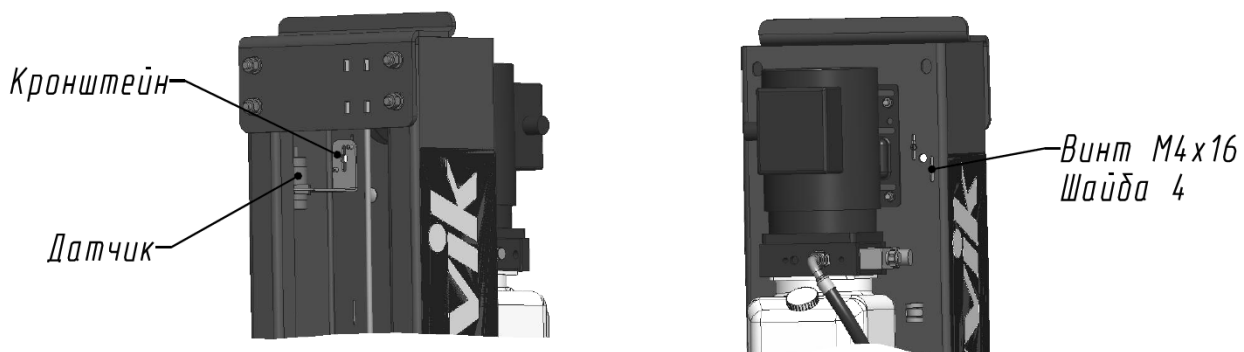

Рисунок 6.5 - Установка датчика верхнего положения каретки
6.11 Установка и настройка систем автоматического отключения привода насосной станции.(см. Рисунок 6.5)
6.11.1 Система автоматического отключения привода насосной станции срабатывает при достижении каретки крайнего верхнего положения (≈ 1750 мм от основания стойки). Датчик верхнего положения кареток с кронштейном снимается при упаковке и поэтому его следует заново установить на верху правой стойки. Винты М4х16 (см. Рисунок 6.5) необходимо располагать в пазах стойки в среднем положении.